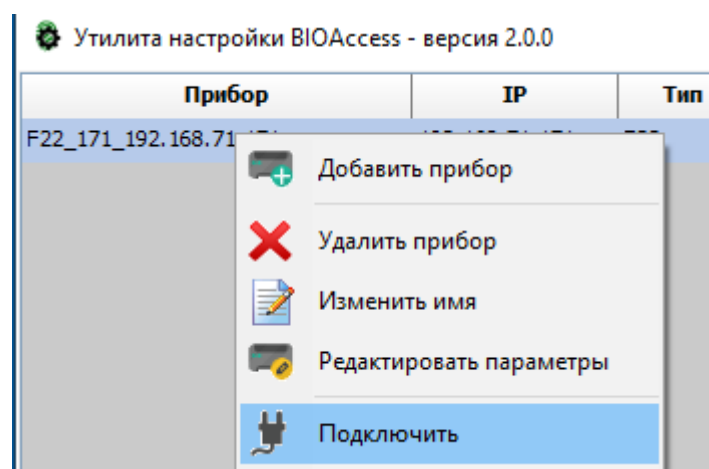

Рис. 28
- выбор пункта меню «Подключить» из выпадающего меню (рис. 28);